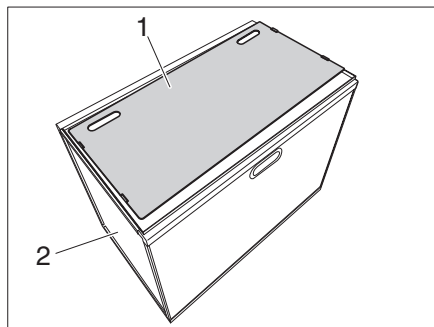
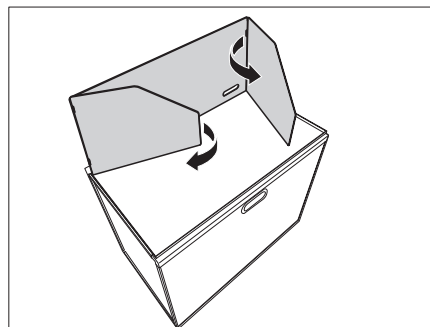

Figura 23 Colocar cortavientos
Figura 24 Instalar los paneles laterales y posterior
- Retirar el cortavientos (Figura 23,1) de la Campbox colocar en el compartimento extraíble con espacio de almacenamiento (Figura 23,2).
- Instalar el cortavientos como se indica en Figura 23 y Figura 24.